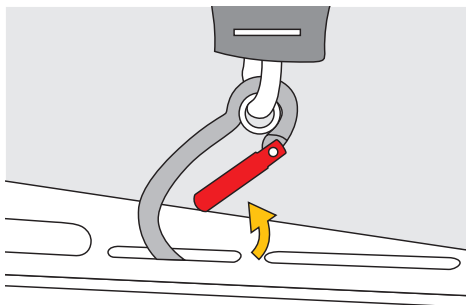

Fig.9
c) fissare le cinghie rosse (spalle e busto) agganciando i connettori alle fessure della tavola, come mostrato nelle figure 9 e 10 e tensionarle leggermente agendo sulle fibbie (figg. 11 e 12),